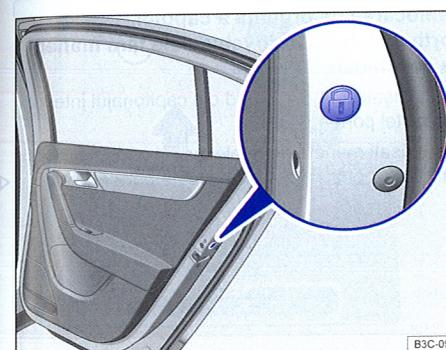

Fig. 214 Pe partea frontală a portierei spate, dreapta: elementul închiderii de urgență, acoperit de garnitura de cauciuc.
- Îndepărtați garnitura din cauciuc din partea frontală a portierei. Garnitura este marcată cu un lacăt ♀ ⇒ fig. 214.